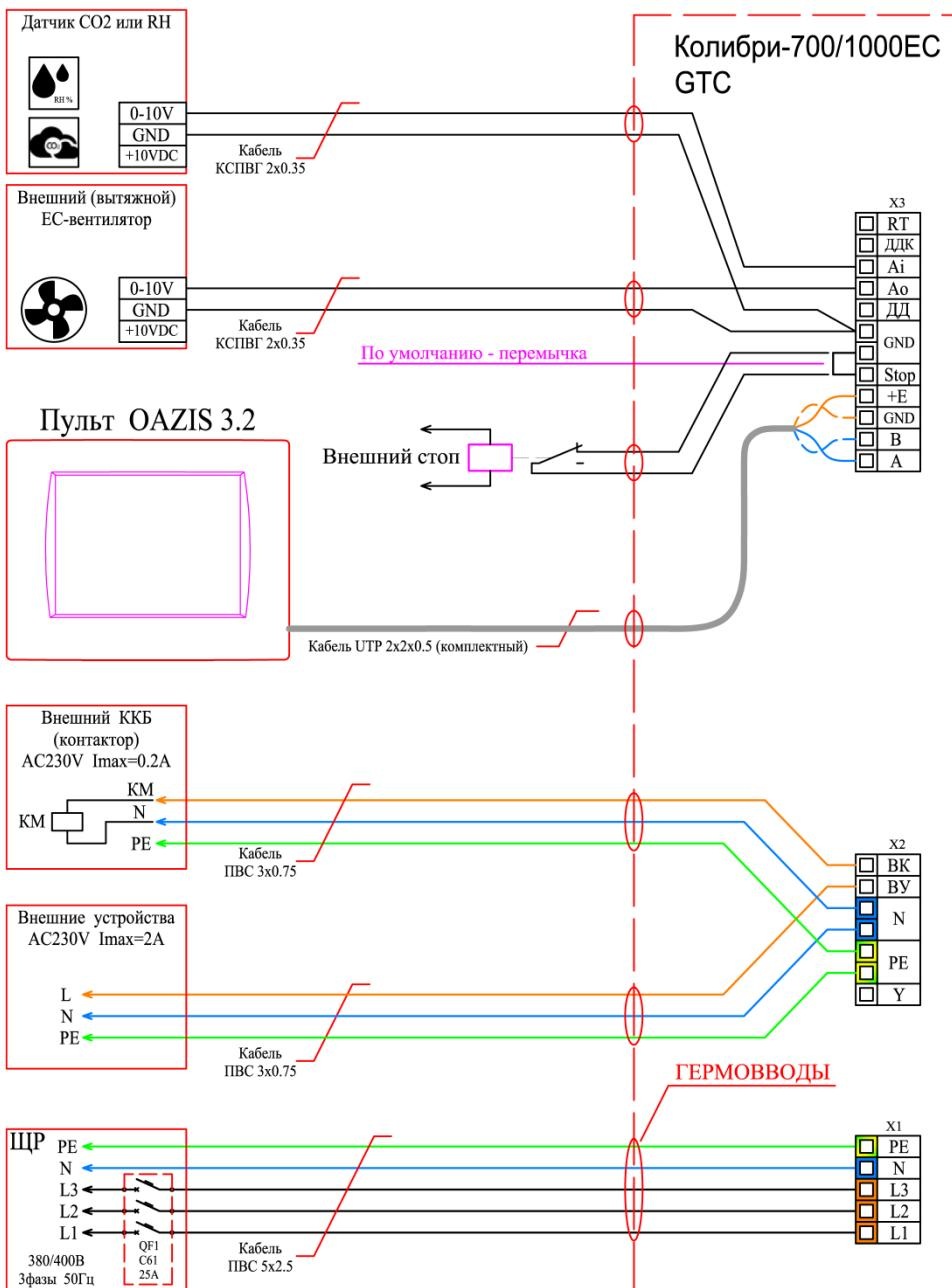

Рис. 4
Подключение К-700/1000ЕС производится в соответствие со схемами (См. Рис. 4 и Рис. 5), «пропускная» кабели через установленные в корпусе гермовводы (11).